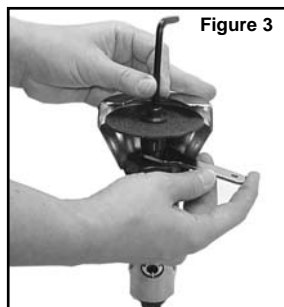

Figure 3
- Assemblez le disque de tronçonnage à l'outil à tronçonner : (voir Figure 3)